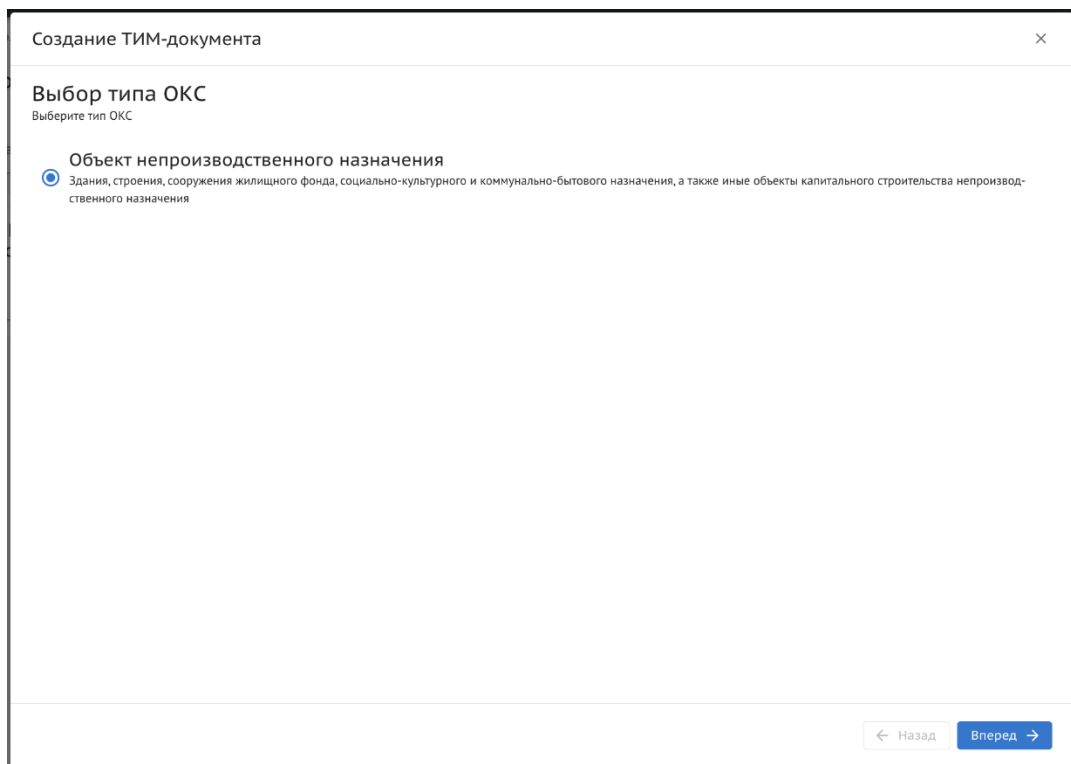

Рисунок 20. Выбор типа ОКС.
- 3) Выбрать тип ОКС и нажать “Вперед” (Рисунок 20);